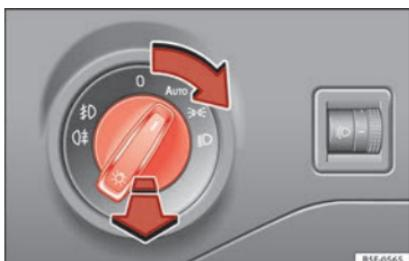

Fig. 36 Planche de bord : commande des feux.
- Tournez l'interrupteur dans la position désirée »» **fig. 36**.